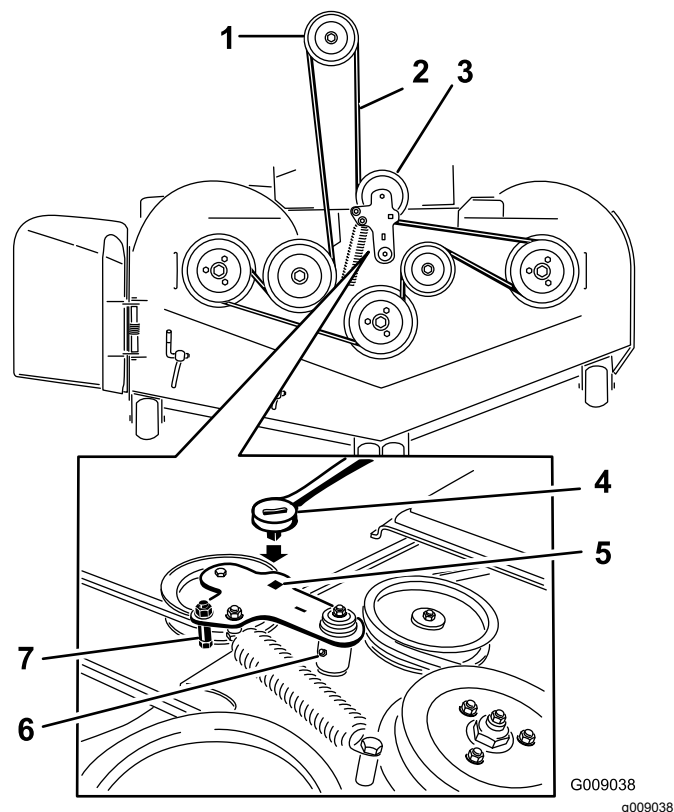

Figura 86
7. Utilize uma lingueta no orifício quadrado no braço intermédio para retirar a tensão da mola intermédia (Figura 86).
9. Retire a guia da correia no braço intermédio da mola que se mostra na Figura 86.
11. Instale a nova correia à volta das polias do cortador e da polia da embraiagem por baixo do motor (Figura 86).
12. Coloque a guia da correia no braço intermédio da mola que se mostra na Figura 86.
13. Utilizando a lingueta no orifício quadrado, instale a mola intermédia (Figura 86).